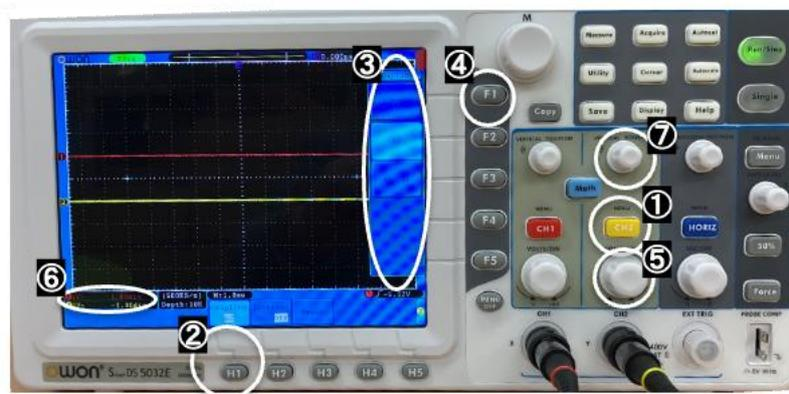

図 3-11. オシロスコープの CH2 の設定
(2) 図 3-11 の①CH2 ボタンを押すと, ②H1 の上に Coupling AC と表示されるので, ②H1(Coupling)ボタンを押さない。すると, 画面右側に③Coupling メニューが表示されるので, ④F1(DC)ボタンを押して選択しない。⑤VOLS/DIV つまみを回し, ⑥画面左下の黄文字の表示を「②200mV-」としない。⑦VERTICAL POSITION つまみを回して黄のラインを画面の上下中央にすると, ⑥画面左下の黄文字の表示は「②200mV- 0.00div」となる。この操作により, CH2 の画面の縦軸も CH1 と同じになる。小さい信号を見るときは, 適宜⑤VOLS/DIV つまみを回して縦軸を拡大しない。
- (1) ホール素子 2 を、 $\vec{n}$  の向きを変えずにおもり 3 の位置検出用磁石の真下に移しなさい。
- (2) オシロスコープの CH2 の縦軸の設定を、図 3-11 の ⑤VOLS/DIV つまみと ⑦VERTICAL POSITION つまみを回して、⑥の表示が「②200mV- 0.00div」となるようにしなさい。
- (3) 分子模型がモード A に共振した状態で、ホール素子 2 の位置調整をしなさい。
- (4) 目印として、ホール素子 2 の位置を鉄板に油性ペンでマークしなさい。